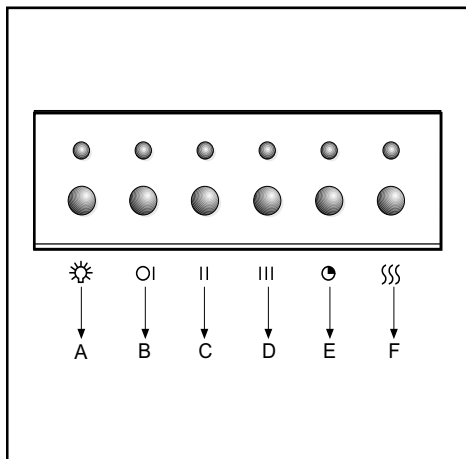

Fig.10
• **BEDIENUNG:**ELEKTRONISCHE (Abb. 10):